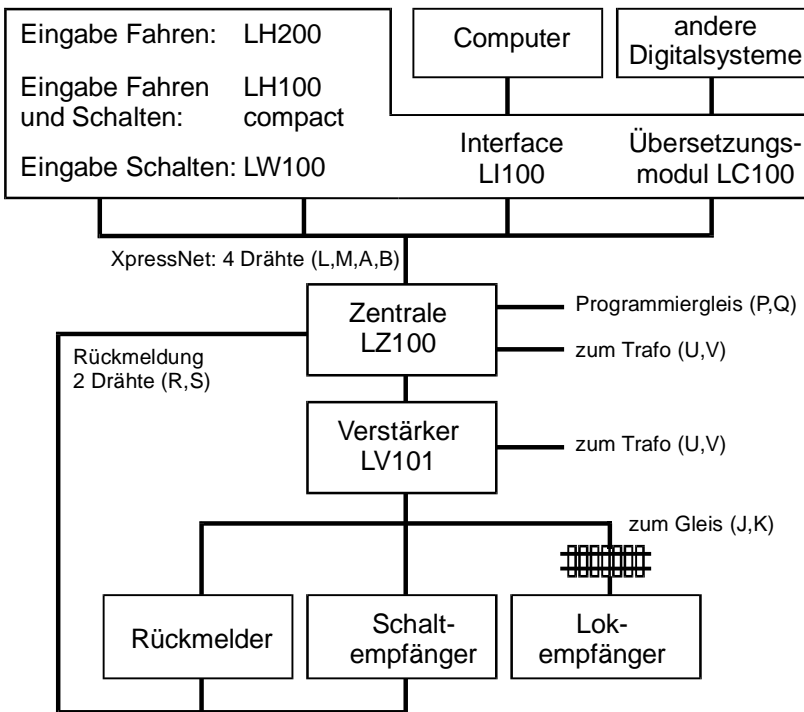

Abbildung 1: Das *Digital plus by Lenz*[®] System im Überblick
***Digital plus by Lenz*[®]** ist eine digitale Mehrzugsteuerung für alle Modellbahn-Baugrößen. Sie wurde in enger Zusammenarbeit mit Modellbahnern entwickelt. Basis der Entwicklung waren die ebenfalls von der Lenz Elektronik GmbH entwickelten Systeme Arnold Digital und Märklin Digital=. Abbildung 1 zeigt den einfachen und übersichtlichen Systemaufbau von ***Digital plus by Lenz*[®]**.